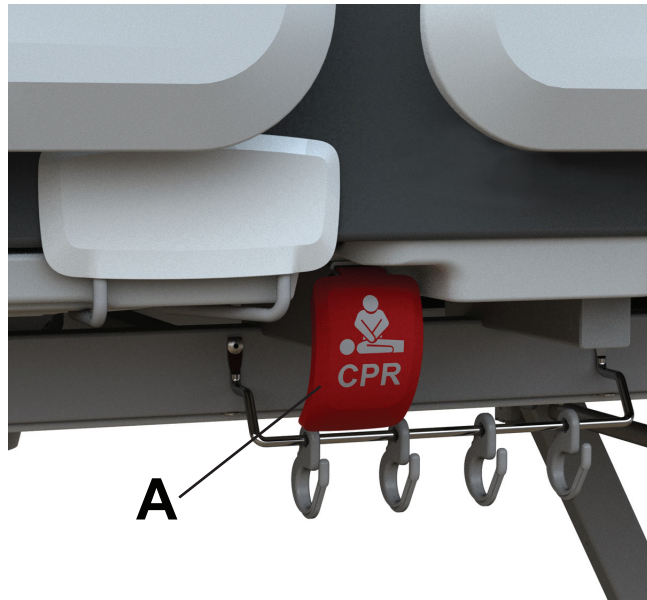

Figura 17 – Activarea mânerului de eliberare pentru funcția de resuscitare cardiopulmonară
Cele două mânere de eliberare pentru funcția de resuscitare cardiopulmonară (A) se află pe partea stângă și dreaptă a tării în zona suportului pentru genunchi (Figura 17).
1. Trageți de mânerul de eliberare pentru funcția de resuscitare cardiopulmonară (A) (Figura 17).